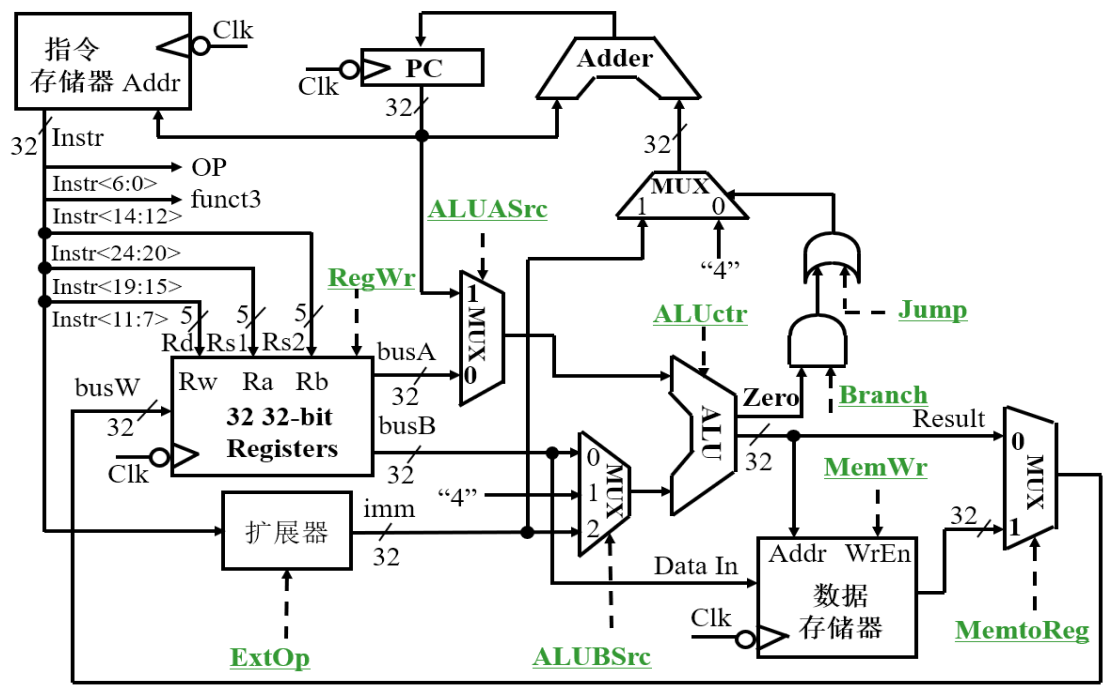

图 10 RISC-V 单周期数据路通
3、图 10 给出了实现表 1 中 9 条指令的单周期数据通路，根据表 1 所示的 RISC-V 指令与控制信号之间的关系表，设计实现该单周期处理器的控制电路，并验证电路的正确性。
- 1、图 10 所示的数据通路是否可以执行 `auipc` 指令？增加 `auipc` 指令后，相应的控制器电路需要进行哪些修改？
- 2、如果不采用如图 10 所示的统一扩展器进行 5 种立即数扩展，而是分别用 5 个扩展器进行立即数扩展，则图 10 所示数据通路应该如何修改？